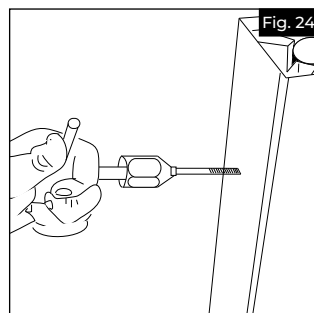

Fig. 24
- b. Fixer le support à la surface de montage à l'aide d'attaches appropriées. Si l'on utilise un poteau structural, on doit utiliser un jeu de mèches et de tarauds pour fixer le support à l'intérieur du poteau en acier galvanisé (Fig. 24).